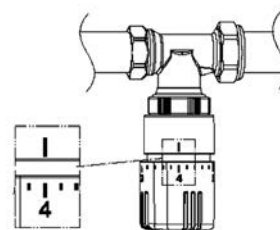

Рисунок 2
3. Настройка термоголовки на требуемую температуру производится поворотом верхней части корпуса до совпадения требуемой цифры (например «4») (рисунок 2) с риской на нижней части корпуса